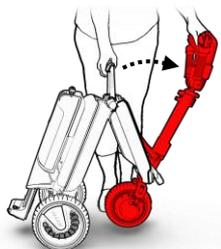

Figure 8
6. Inclinez l'ATTO sur la barre jusqu'à ce que la roue avant touche le sol (voir la figure 8).